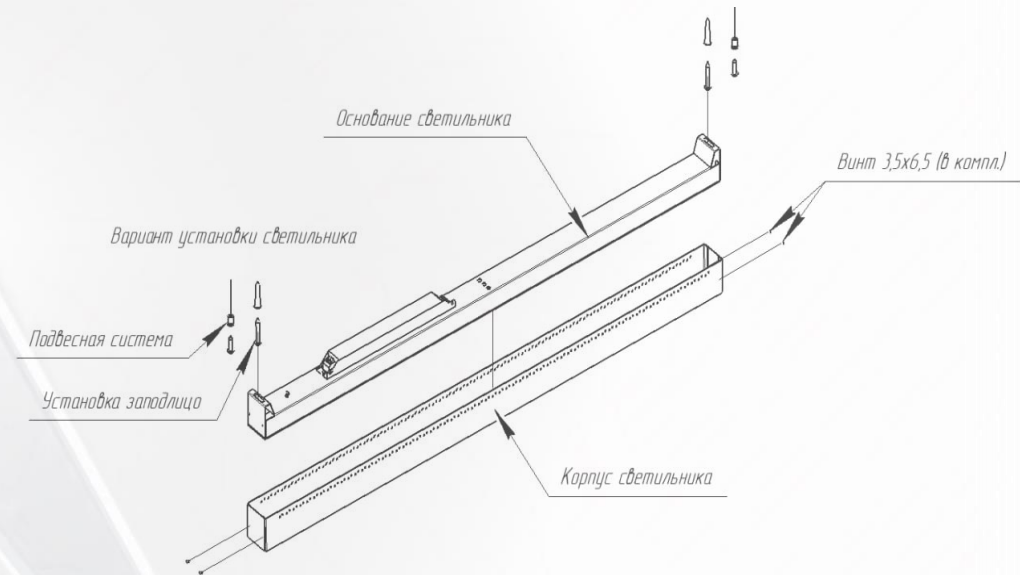

Рисунок 1. Монтаж светильника
- Выбрать вариант установки (подвесной, накладной), рисунок 1.